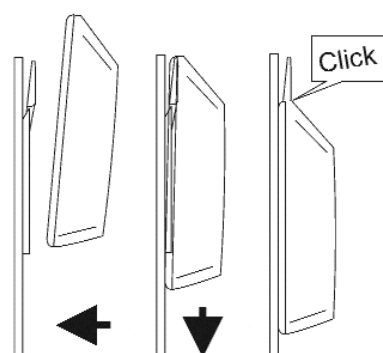

Fig. 3
3. Das Instrument ein wenig oberhalb der Klipphalterung anlegen und mit leichtem Druck nach unten schieben. Ein spürbares Klicken zeigt an, wenn das Gerät einrastet und somit in korrekter Position gesichert ist (Fig. 3).